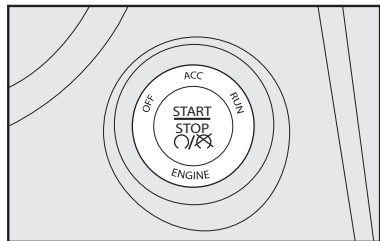

fig. 1
Para dar a partida no motor, a transmissão deve estar em **PARK (P)**. Pressione e segure o pedal do freio enquanto pressiona o botão (**START/STOP**) **fig. 1** uma única vez. O sistema assume e tenta dar a partida no veículo. Se o veículo não conseguir dar a partida, o motor de